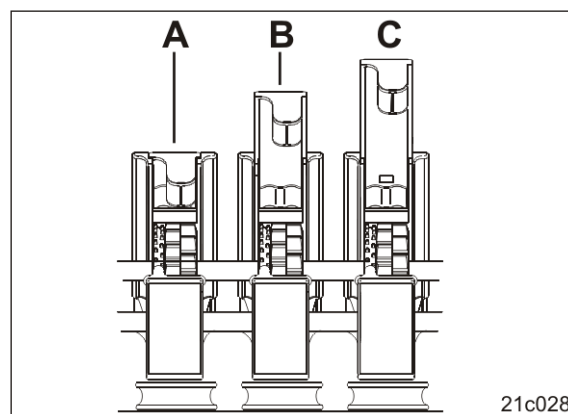

Fig. 166
2. Régler les trappes de fermeture (Fig. 166) sur la valeur indiquée dans le tableau (voir page 58).
Les trappes de fermeture (Fig. 166) s'enclenchent dans l'une des trois positions :